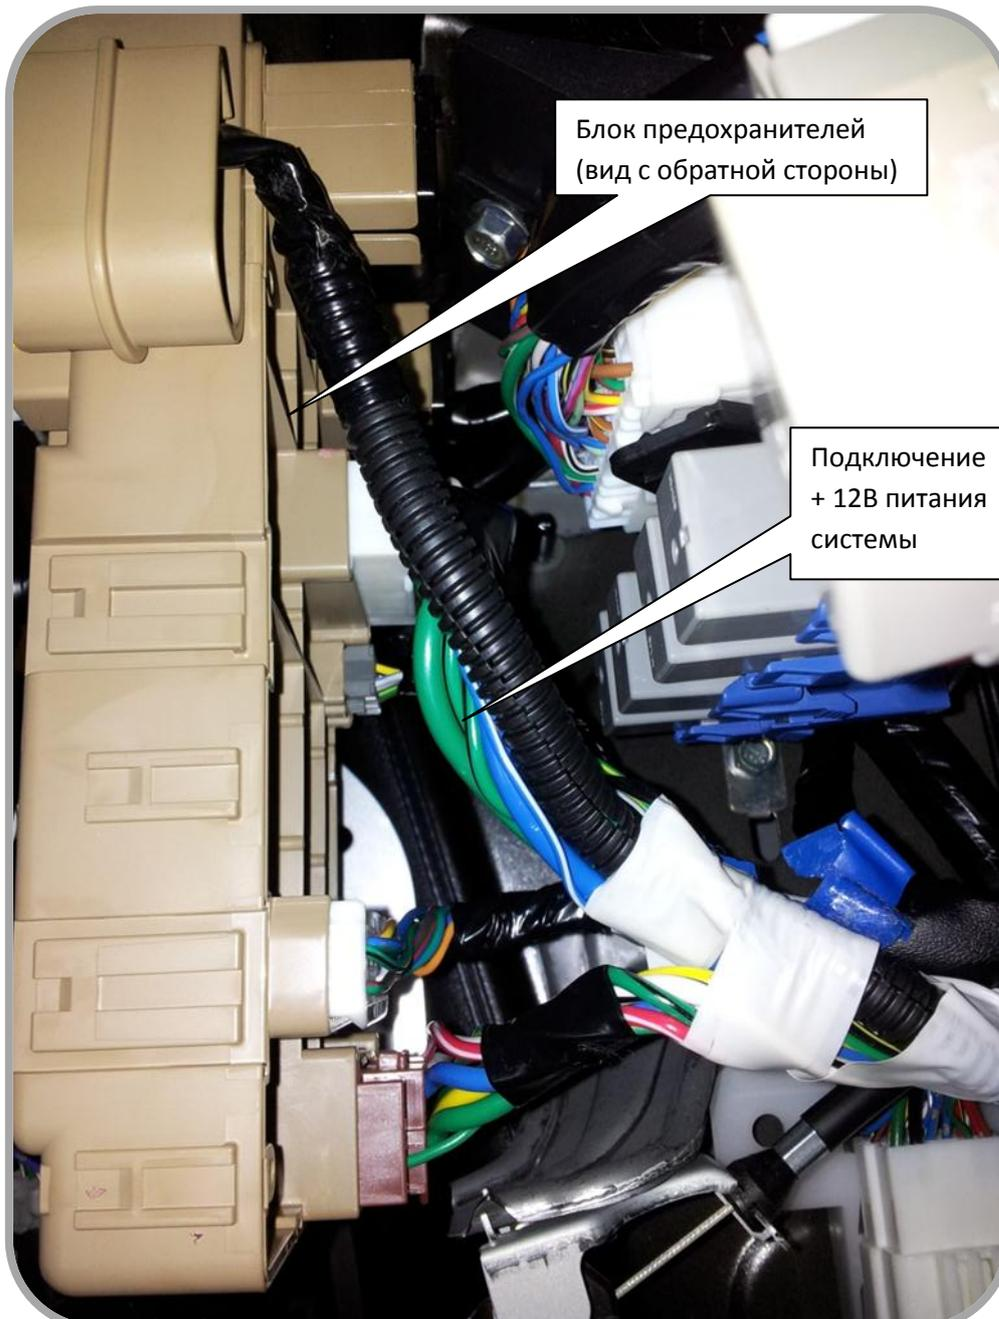

Рис. 7: Подключение +12В питания на блоке предохранителей.
Красный провод разъёма **CN8 (pin6)** системы Scher-Khan UNIVERSE 1 (2) подключите к постоянному источнику +12В, например, к одному из толстых проводов (**зелёному или синему**), на белом разъёме с обратной стороны блока предохранителей, см. рис. 7.